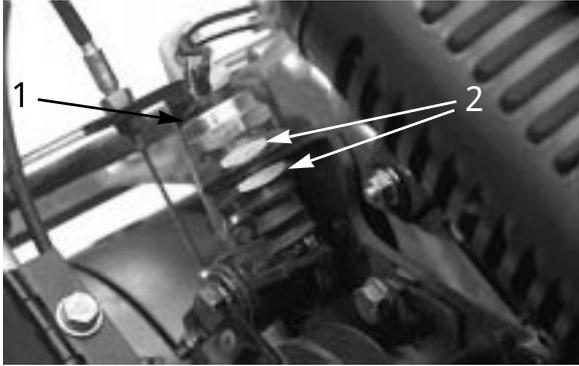

図 45
2. スイッチ固定ナット（2個：図45）をゆるめ、スイッチ・プランジャが3～6 mm突き出る（スイッチ閉じる）ようにスイッチ位置を調整する。